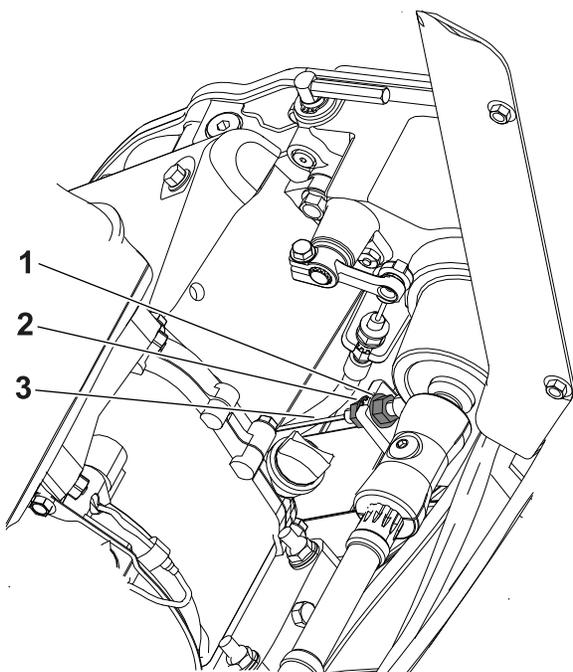

図 34
2. 後側のジャムナットをゆるめ、前側のジャムナットを締める 図 34。